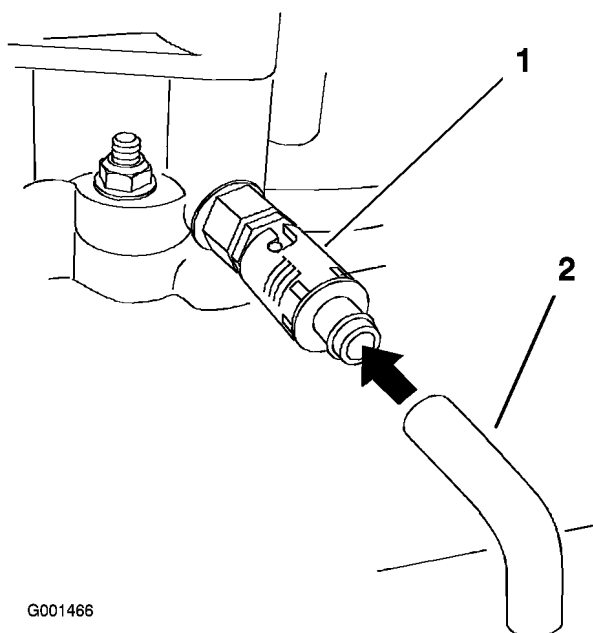

Figura 33
6. Coloque un recipiente debajo del tubo de vaciado. Gire la válvula de vaciado para que se drene el aceite (Figura 33).
8. Retire el tubo de vaciado (Figura 33).